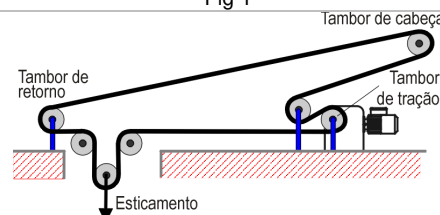

Fig 2
- Segundo norma NBR 13.862 as chaves detectoras de desalinhamento FL-412 devem ser instaladas em ambos os lados da correia (fig. 1) pelo menos nos seguintes pontos (fig. 2):